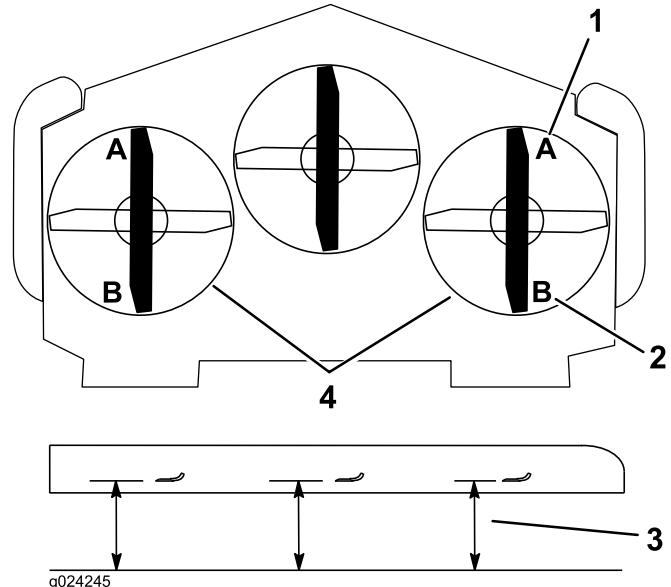

**Figura 82**
5. Empuje el pedal de elevación de la carcasa hacia delante del todo; la carcasa se enganchará en la posición de transporte de 14 cm (Figura 82).